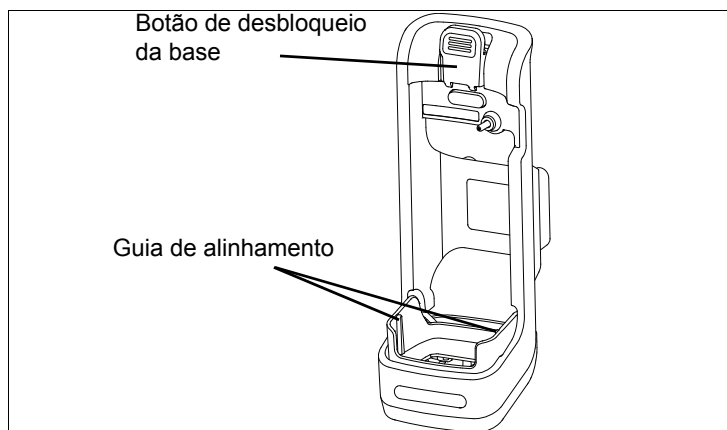
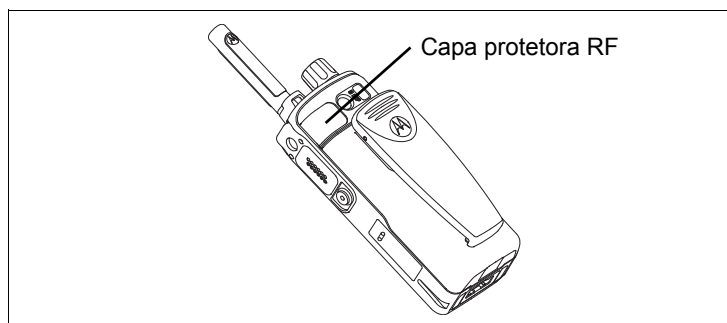

Figura 1. Base para veículos.
Figura 2. Terminal portátil TETRA.
1. Coloque o terminal portátil TETRA na base alinhando as ranhuras no lado inferior do terminal portátil TETRA com as guias de alinhamento situadas na parte inferior da base, como ilustrado na *Figura 1*. Certifique-se de que a capa protetora RF do terminal portátil TETRA está aberta (ver *Figura 2*) antes de o inserir na base.
1. Prima o botão de desbloqueio da base (ver *Figura 1*) e levante o terminal portátil TETRA da base.